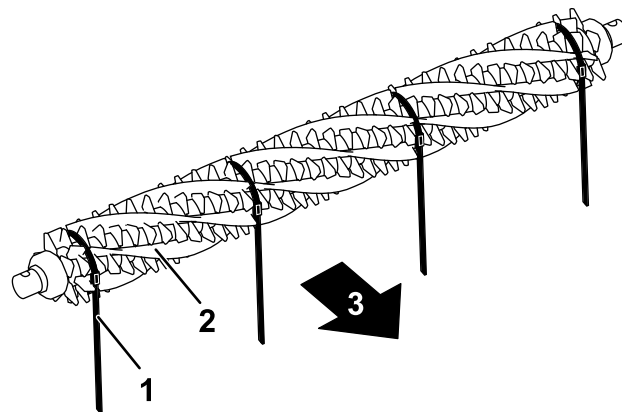

Figure 18
3. En passant par un côté du cylindre groomer, glissez une brosse dans chaque rainure sur toute la longueur du cylindre (Figure 18).
Important: Enroulez les attaches autour de l'ensemble lame et brosse de groomer, dans le sens de rotation principal. La Figure 18 montre les attaches installées pour rotation avant.